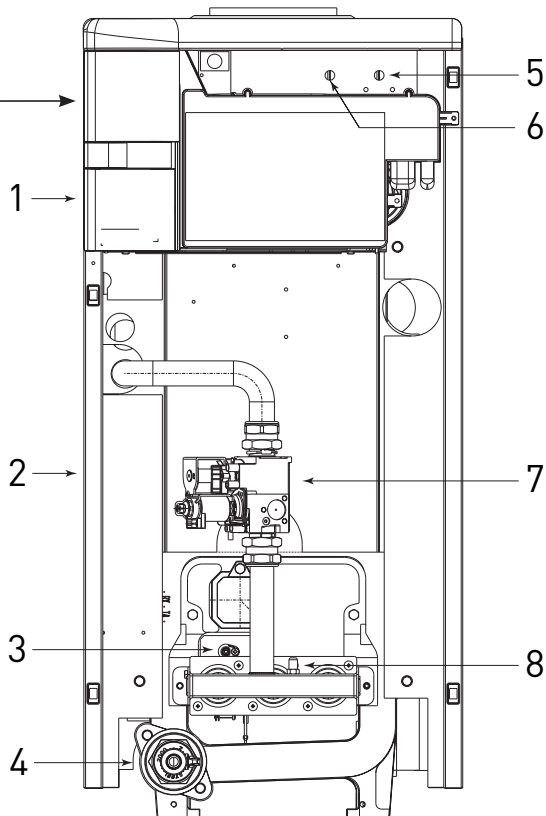

Рис. 2
1.4 ОСНОВНЫЕ КОМПОНЕНТЫ (Рис. 2)